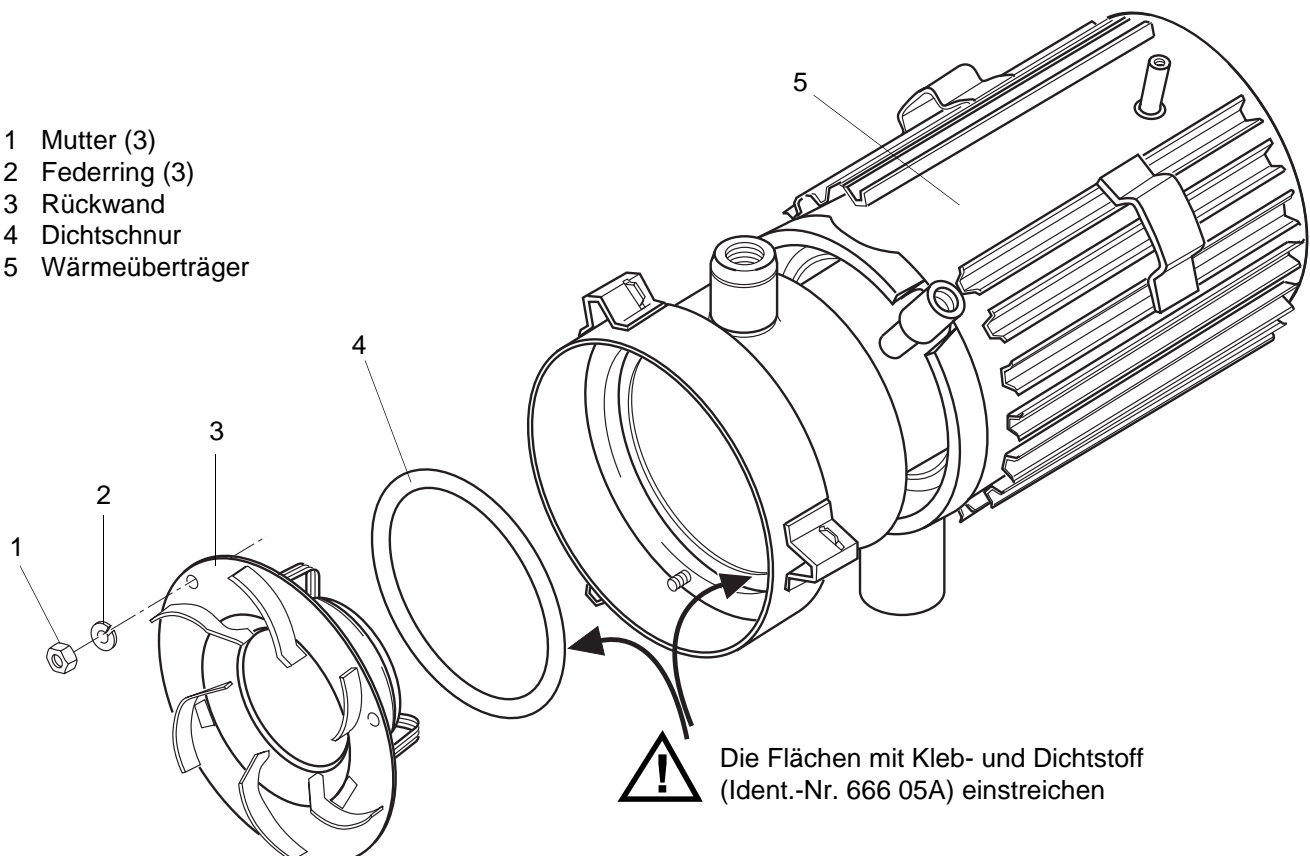

Abb. 903 Wechsel des Wärmeübertragers
7. Haube (6) abziehen.
9. Muttern (1, Abb. 903) und Federringe (2) entfernen.
10. Rückwand (3) aus dem Wärmeübertrager herausziehen und mit Dichtschnur (4) entfernen.
1. Zugewandte Flächen von Dichtschnur (4, Abb. 903) und Wärmeübertrager (5) mit Kleb- und Dichtstoff (Ident.-Nr. 666 05A) einstreichen und mit Rückwand (3) im Wärmeübertrager (5) in Zusammenbau bringen.
2. Rückwand (3) mit Muttern (1) und Federringen (2) befestigen.
3. Muttern (1) mit  $1,5 \pm 0,2$  Nm anziehen.
- 1 Mutter (3)
- 2 Federring (3)